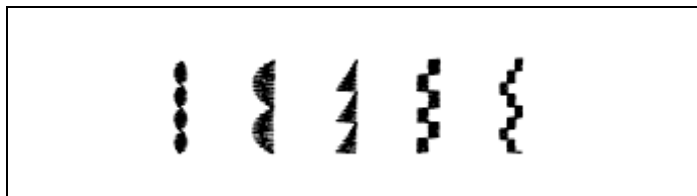

Fig. 38
24.6 COSTURA DECORATIVA (Fig. 38)